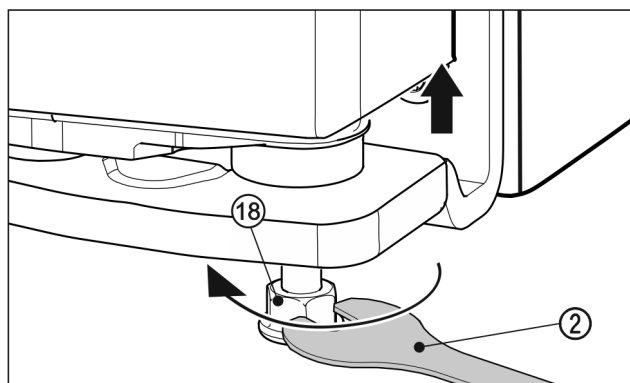

Fig. 26
- Døren løftes ved å skru justeringsfoten Fig. 26 (18) ut mot høyre med vedlagte skrunøkkel Fig. 26 (2) til kontakt med fotrommet. Drei deretter videre til døren er justert i høyden. Når enheten leveres, er lagerboltene helt innskrudd.